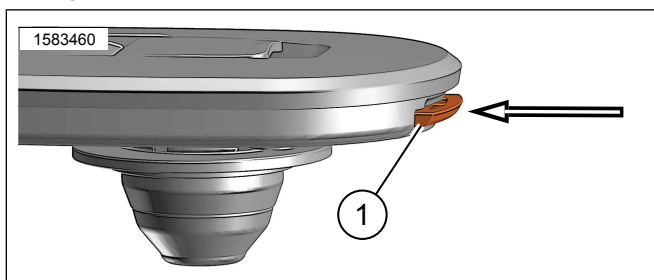

Figure 8. Languette de blocage
2. Voir la figure 8. Utiliser un tournevis ou un autre outil, appuyer complètement sur la languette de verrouillage (1) pour bien placer le cylindre de verrouillage.